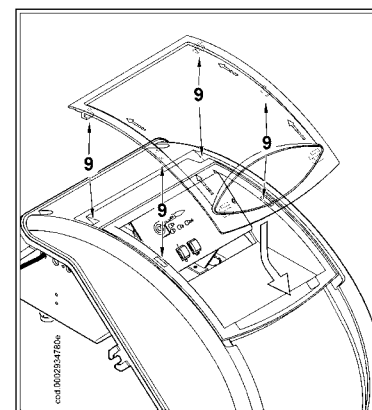

图5
- 5) 如图5所示，正确放回透明罩；将透明罩的钩子置于钩槽内，沿箭头方向推动透明罩，直到钩子钩住盖板。这样电控箱就密封良好了。